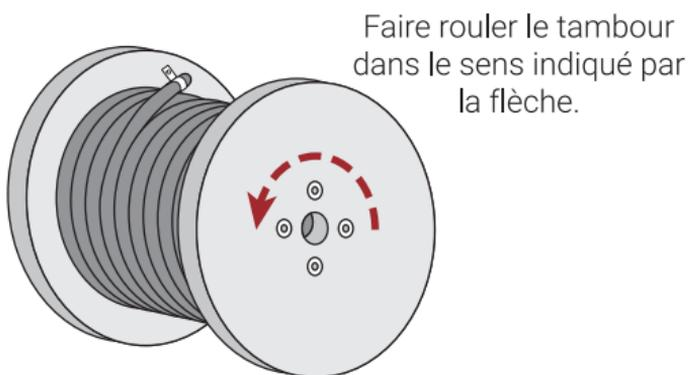

Figure 5: Faire rouler le tambour
- Faites rouler les tambours pour les déplacer sur de courtes distances et dans un sens tel que le câble ne se déroule pas (Figure 5); cela permettra de serrer les enroulements de câble, pas les desserrer. La surface sur laquelle les tambours sont roulés doit être ferme, de niveau et exempts de débris susceptibles d'endommager le câble.